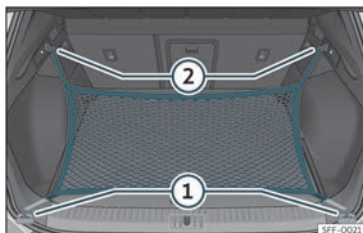

Fig. 113 Na bagageira: argolas ① e ganchos ② para fixar o saco de rede.
- Fixe os ganchos curtos da rede nas argolas de fixação»» **Fig. 113** ① »» ⚠. O fecho de correr do saco deve ficar voltado para cima.
- Fixe as fitas nos ganchos para prender sacos ②.